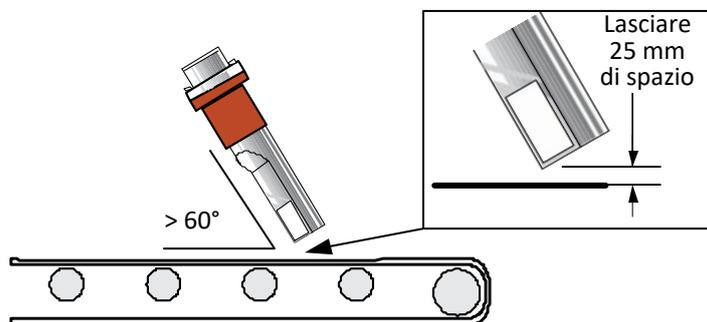

Figura 10. Hydro-Probe inclinato a 45° per ridurre l'accumulo di materiale
- Il corpo del sensore può essere installato con un'inclinazione tra 90° e 60° rispetto al nastro trasportatore per ridurre l'accumulo di materiale. È importante mantenere l'inclinazione di 45° rispetto al flusso di materiale e lo spazio di 25 mm tra il sensore e il nastro trasportatore (vedere la Figura 10).